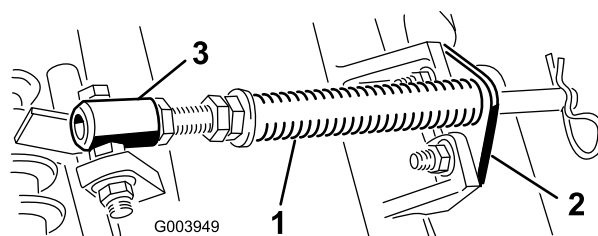

Figura 4
- A. Retire os dois parafusos de carroçaria e porcas que prendem o suporte da barra aos separadores da unidade de corte (Figura 4).
- B. Retire a porca flangeada que prende o parafuso com cabeça do tubo de mola ao separador da estrutura de suporte (Figura 4). Retire o conjunto.